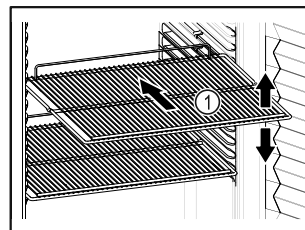

Fig. 60 Примерное изображение
- Если имеются решетчатые полки Fig. 60 (1), отрегулируйте высоту их установки.